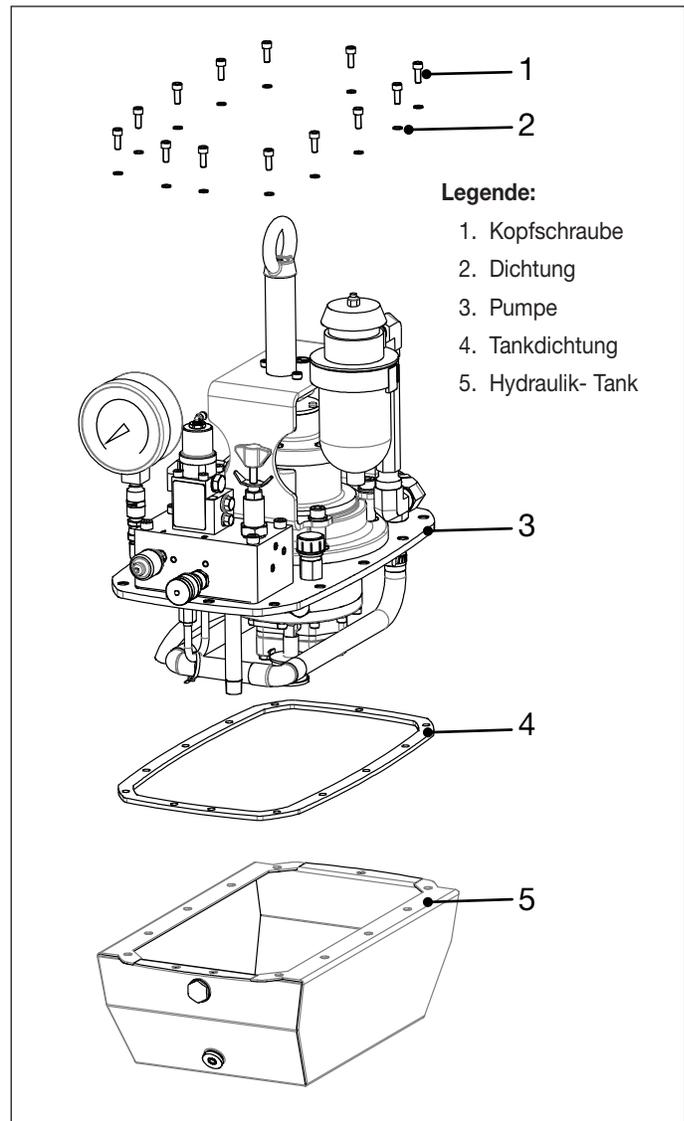

Abbildung 18: Pumpe und Hydrauliktank
11. Bringen Sie Hebezeug und Schlinge an der Hebeöse an. Heben Sie die Pumpe als komplette Einheit vorsichtig vom Hydrauliktank ab. Siehe Abbildung 18.
16. Überprüfen Sie die Dichtung des Tanks. Ersetzen Sie diese bei Verschleiß oder Beschädigung durch eine neue Dichtung. Siehe Abbildung 18.
17. Nachdem die Reinigung abgeschlossen ist, bringen Sie die Pumpe wieder am Hydrauliktank an, indem Sie die Schritte 8 bis 11 dieses Verfahrens in umgekehrter Reihenfolge durchführen. Tragen Sie auf alle Befestigungsschrauben der Abdeckplatte Loctite 243 Gewindeversiegelung auf und ziehen Sie diese mit einem Drehmoment von 6,8-8,5 Nm [60-75 lb-in] an. Siehe Abbildung 18.